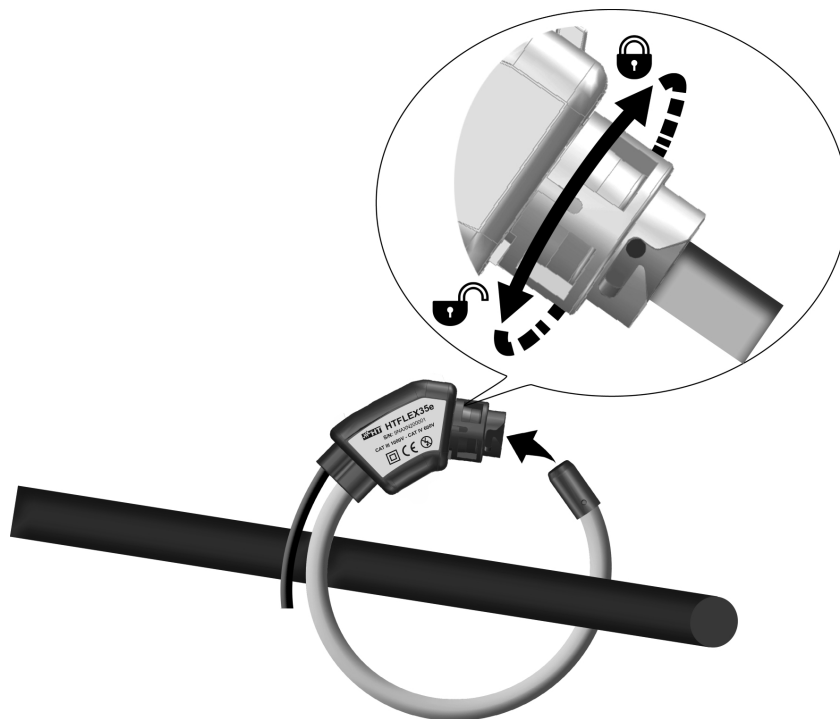

Fig. 3: Conexión de la pinza HTFLEX35e sobre el conductor
2. Fijar el cierre girando hacia la derecha el anillo como se muestra en la Fig. 3